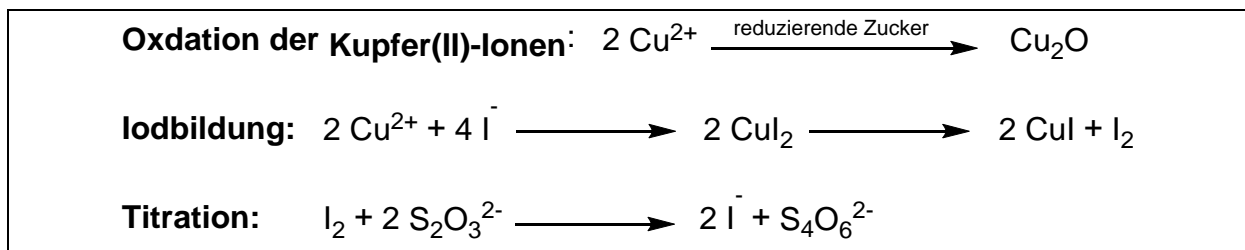

Abb. 2: Reaktionsgleichungen der Methode nach Luff- Schoorl [1]
- Die Iodid- und die Kupfer(II)-Ionen reagieren in einer Redoxreaktion zu Iod und Kupfer(I)-iodid. Nach Zugabe der Stärke-Lösung bildet sich eine tiefblaue Einschlussverbindung (vgl. Station 3). Durch Titration mit der Natriumthiosulfat-Lösung wird das Iod wieder zu Iodid reduziert, wodurch die Einschlussverbindung abgebaut wird. Die relevanten Reaktionsgleichungen dieser Methode nach Luff-Schoorl [1] sind in Abb. 2 dargestellt.